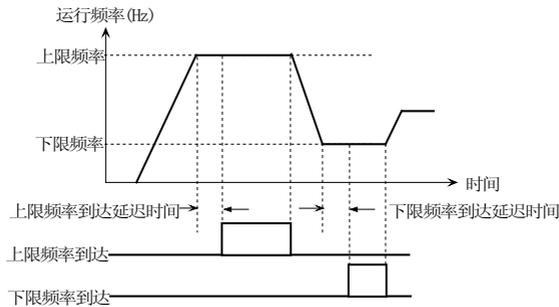

图 5-3-10 上下限频率到达
- ◆ 此两项功能在P3.19~P3.25设定D0, Y1, Y2, Y3, 继电器1, 继电器2输出（3004GB及以下设定D0, 继电器1）选择为“FDTH 上限频率到达”或“FDTL 下限频率到达”时有效。通常用在多台电机工频、变频切换时，为防止负载抖动，信号不稳定而设置，如图5-3-10所示。